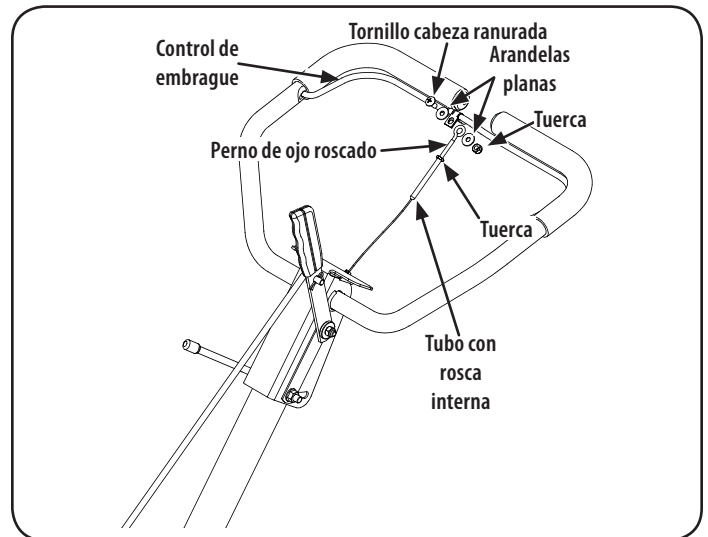

Figura 7
4. Retire el tornillo de cabeza ranurada, la tuerca y las dos arandelas planas del gancho del embrague. Vea la Figura 7.
6. Enrosque el perno de ojo y la tuerca que quitara anteriormente en el tubo con rosca interna que está en el extremo del cable. Debe enroscar un trozo de alrededor de 3/4". Apriete la tuerca contra el tubo en el extremo del cable. Vea la Figura 7.